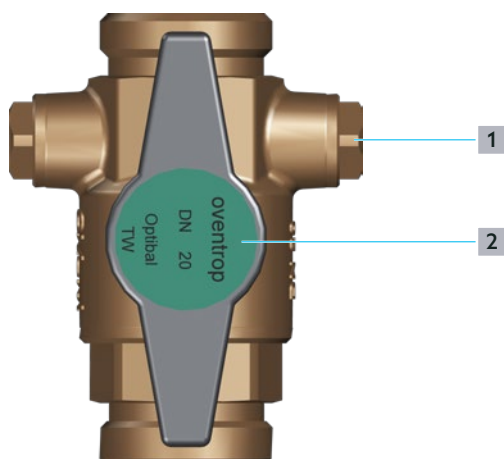

Abb. 6: Kugelhahn
- 1** Schließen sie den Kugelhahn, indem Sie den Drehgriff (Position **2** in Abb. 6 auf Seite 9) um 90° drehen.
- 2** Öffnen Sie den seitlichen Anschluss des Kugelhahns (Position **1** in Abb. 6 auf Seite 9).
- 7** Ist das Sperrventil intakt, schließen Sie den seitlichen Anschluss des Kugelhahns (Position **1** in Abb. 6 auf Seite 9).
- 8** Öffnen Sie den Kugelhahn, indem Sie langsam den Drehgriff (Position **2** in Abb. 6 auf Seite 9) um 90° drehen.